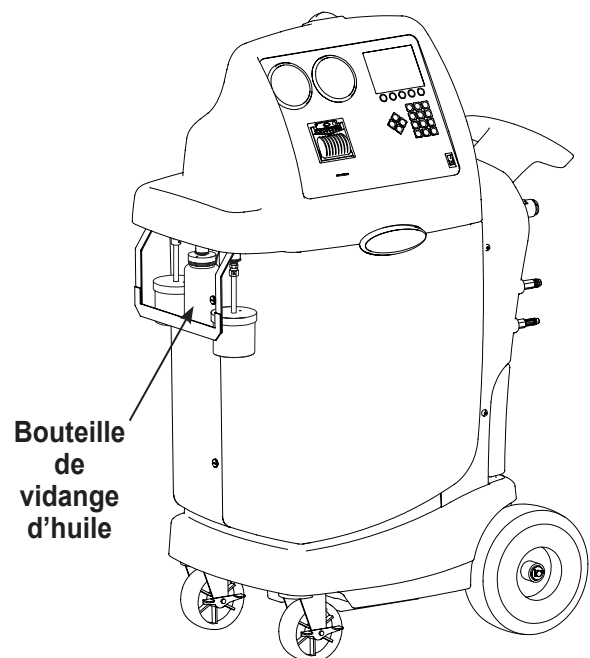

Figure 8
1. Assurez-vous que la bouteille de vidange d'huile située sur le côté de l'unité est vide. Reportez-vous à la Figure 8. Récupérez le fluide frigorigène tel que décrit dans le présent manuel sous la rubrique *Récupération du fluide frigorigène d'un véhicule*.